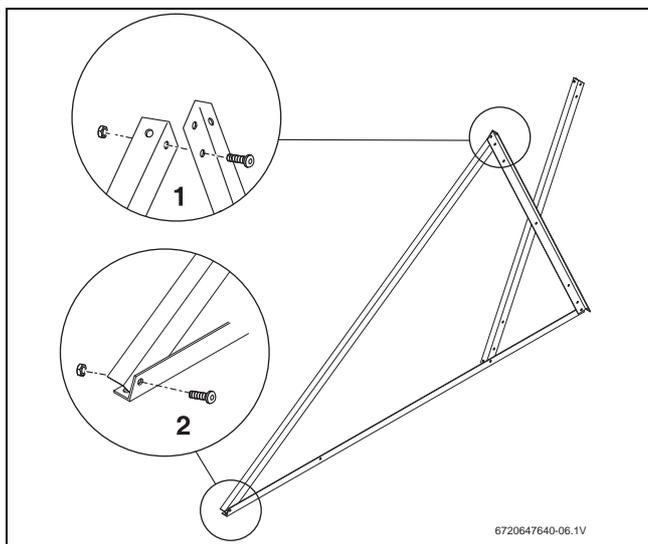

Fig. 11 Montar o perfil de suporte do coletor
- ▶ Aparafusar os perfis de suporte do coletor, em cima, ao perfil de suporte do acumulador (Fig. 11, [1]) e, em baixo [2].